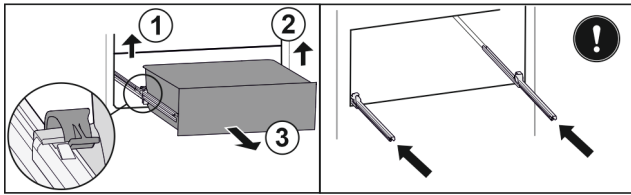

Fig. 143
- ▶ Linke Klemme anheben und gleichzeitig Schubfach links nach vorne ziehen. Fig. 143 (1)
- ▶ Rechte Klemme anheben und gleichzeitig Schubfach rechts nach vorne ziehen. Fig. 143 (2)
- ▶ Schubfach nach vorne entnehmen. Fig. 143 (3)